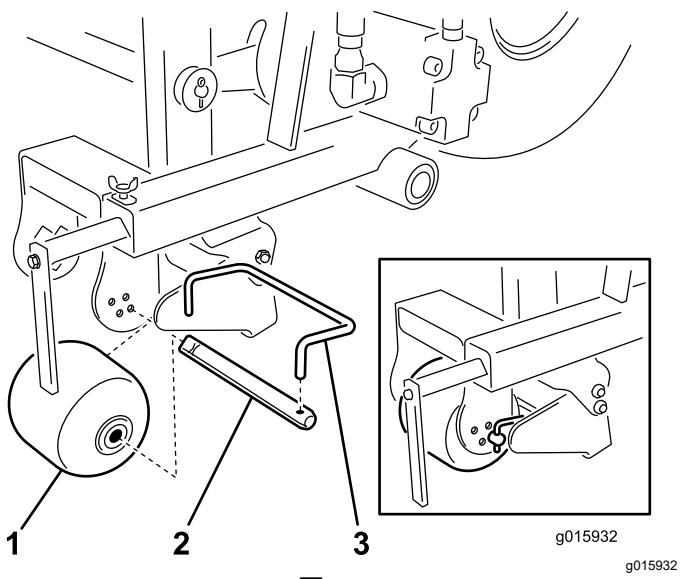

图 13
4. 从滚筒上拆下滚筒轴图 13。
3. 从滚筒轴上拆下刮刀杆图 13。